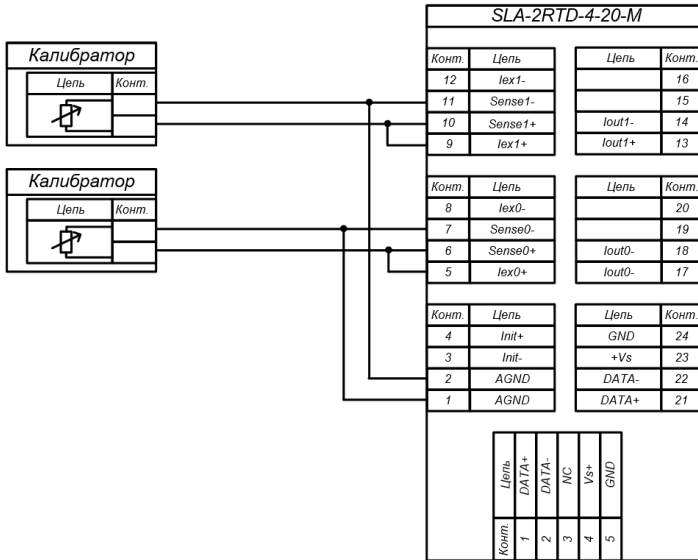
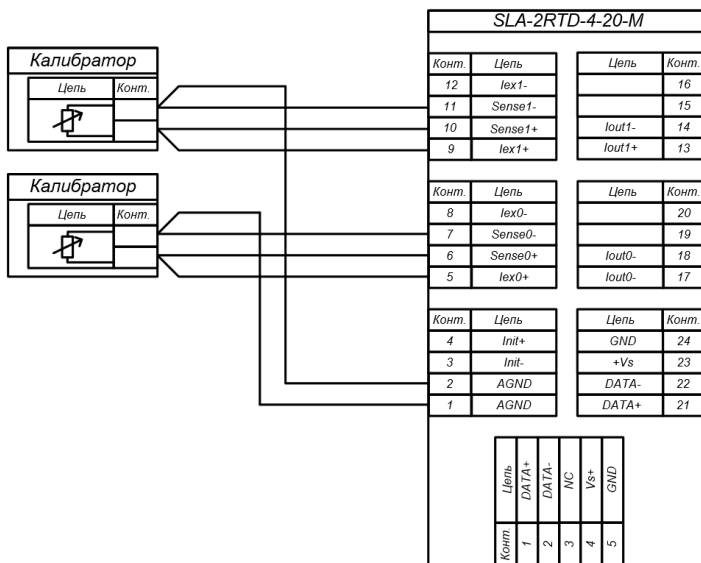

Рис. 4.1. Двухпроводная схема подключения калибратора к модулю SLA-2RTD-4-20-M
Рис. 4.3. Четырехпроводная схема подключения калибратора к модулю SLA-2RTD-4-20-M
- собрать необходимую схему подключения калибратора к калибруемому каналу модулю (рис. 4.1 - рис. 4.3);